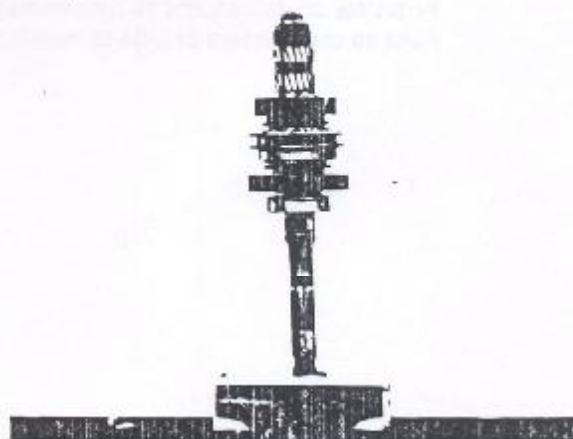

Figura 3.11.2 - Conjunto sincronizador e engrenagem de 3ª removidos.
5. Remover o conjunto sincronizador de 3ª e 4ª velocidades, juntamente com a engrenagem de 3ª velocidade (Figura 3.11.2).